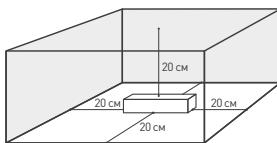
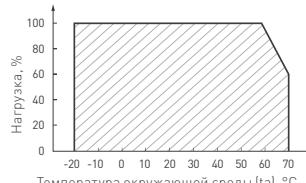

Рис. 3. Свободное пространство вокруг источника
Рис. 4. Максимальная допустимая нагрузка, % от мощности источника
- 4.3. Для естественной вентиляции обеспечьте не менее 20 см свободного пространства вокруг источника питания, как изображено на рис. 3. При невозможности обеспечить свободное пространство используйте принудительную вентиляцию. В случае установки в ограниченном пространстве [например, в лайтбокс или профиль] предусмотрите обеспечение требуемого температурного режима источника питания согласно рис. 4.
- 4.4. Не нагружайте источник питания более чем на 80% от его максимальной мощности. Учитывайте, что с повышением температуры окружающей среды максимальная мощность источника питания снижается (см. график зависимости на рис. 4).